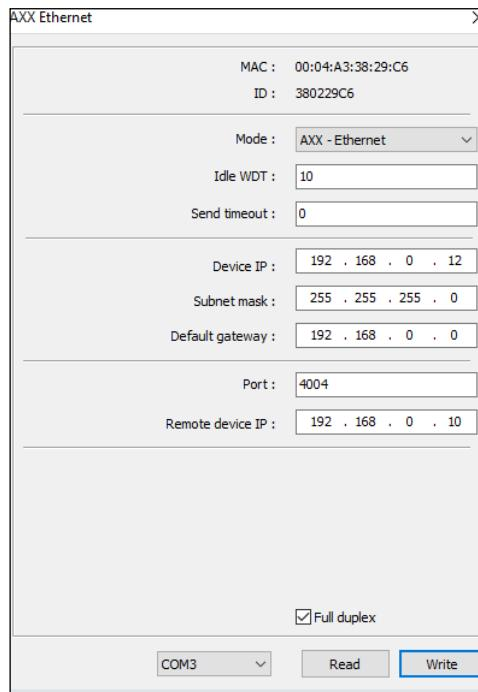

Рис. 6 Скриншот окна «Главного меню» при конфигурировании модуля для работы в составе СПИ «Неман»
6.2. Программирование модуля для варианта работы по пункту 5.2 необходимо (см. рисунок 6):